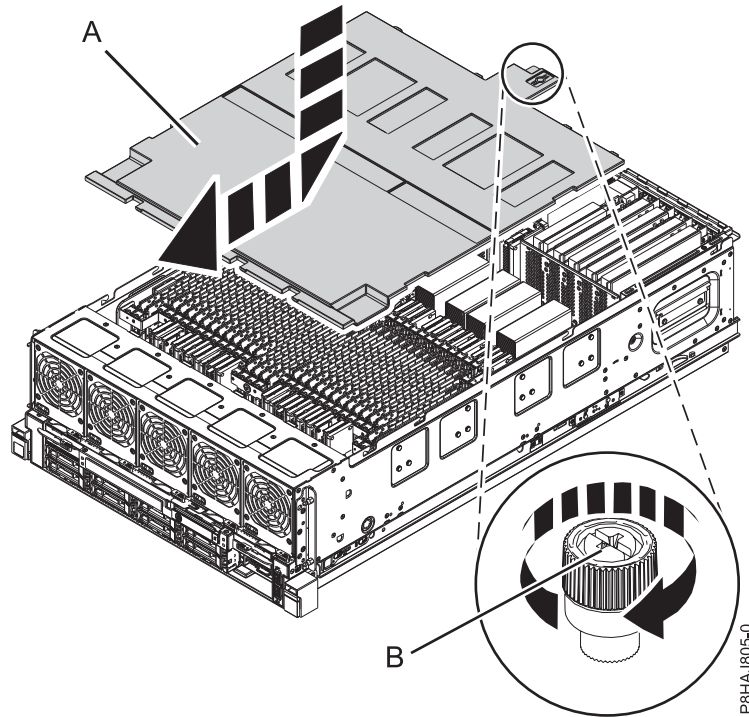

Figure 34. Remise en place du capot de sécurité
2. Poussez le capot de sécurité (A) en direction du châssis.
3. Serrez la vis moletée (B) en la tournant dans la direction illustrée dans figure 34, à la page 49 dans le but de fixer le capot de sécurité au châssis.